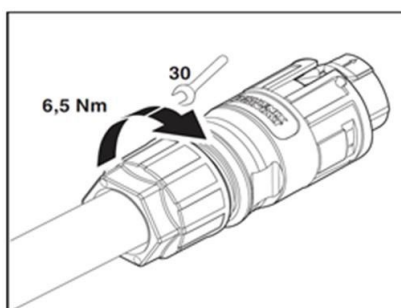

Abb. 18: Kabelverschraubung festziehen
- Ziehen sie die Kabelverschraubung mit einem Maulschlüssel [$\times W_{30}/m16,5$ Nm] fest (Zusammenstecken Abb. 18).